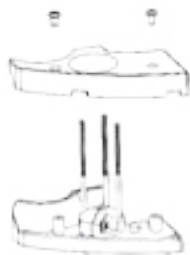

Fig. 1
1. Извлеките оба винта, как показано на Рис. 1.